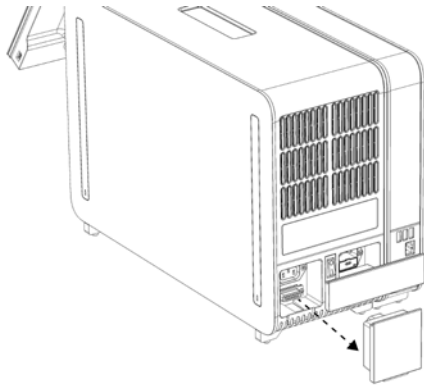

Abbildung 12: Entfernen des Abschlussstücks
- Entfernen Sie das Abschlussstück von der Rückseite des Analysemodul (Abbildung 12).